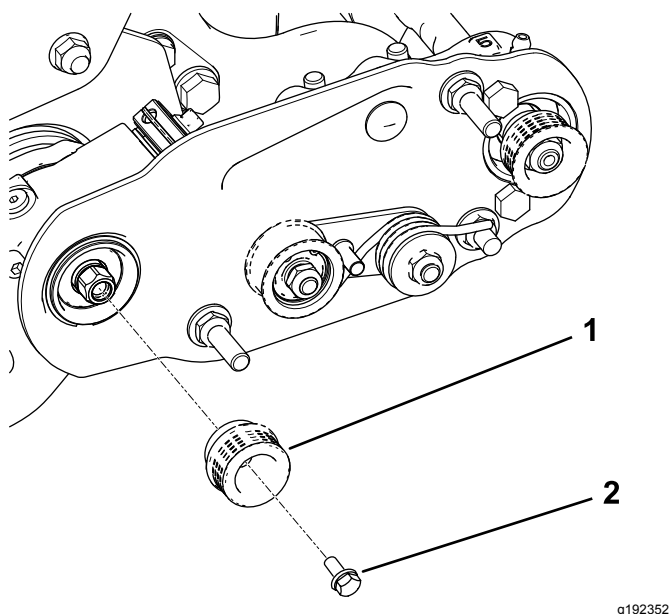

Bild 13
2. Montieren Sie die Antriebsscheibe an der Groomerwelle (Bild 13).
3. Schmieren Sie die Bundkopfschraube mit 242-Loctite (blau) ein und befestigen Sie die Riemenscheibe mit der Schraube an der Antriebswelle, siehe Bild 13.